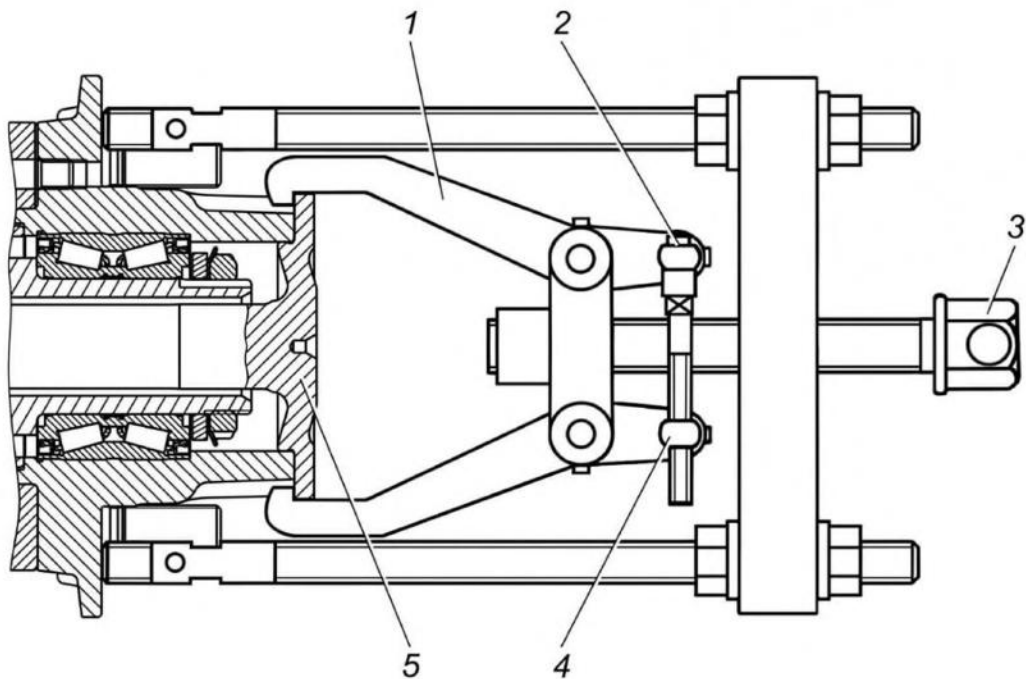

Рис. 3.59. Снятие полуоси заднего моста: 1 – лапки; 2 – болт; 3 – винт; 4 – ось; 5 - полуось
- отвернуть по восемь болтов крепления полуосей и вынуть полуоси с помощью съемника (рис. 3.59). Для того, чтобы лапки 1 вошли в выемки на ступице, следует, вывинчивая болт 2 из оси 4, свести лапки до упора. Вращением винта 3 вывести полуось 5 из зацепления с полуосевой шестерней;